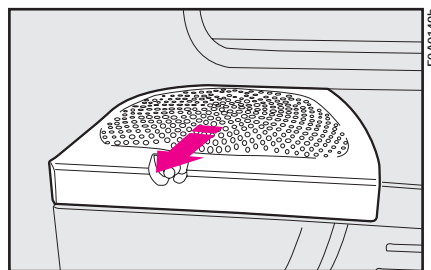
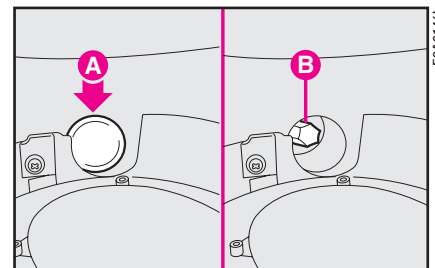

рис. 25
рис. 26
1) Изнутри автомобиля снимите пластиковую накладку с корпуса динамика (рис. 25) и с помощью отвертки снимите верхнюю пластиковую крышку **A** (рис. 26), закрывающую крепежный болт **B** блока фонарей.